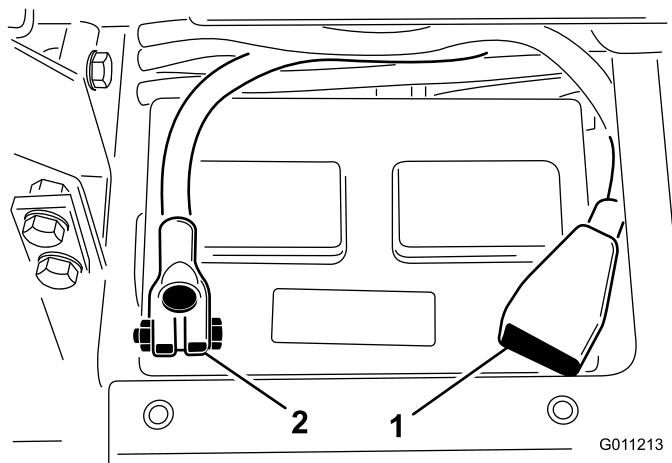

Figura 5
- Conecte el cable positivo (rojo) al borne positivo (+) de la batería, y sujetelos con un perno de cabeza cuadrada y una tuerca (Figura 5).
- Conecte el cable negativo (negro) al borne negativo (-) de la batería, y sujetelos con perno de cabeza cuadrada y una tuerca (Figura 5).